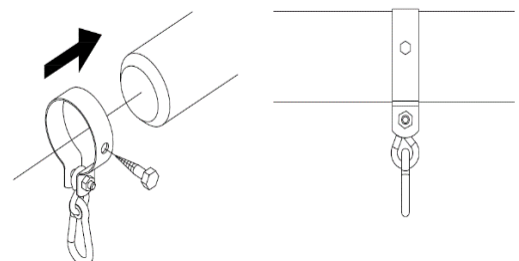

Bild 3
19. Korrekte Montage der Schaukelklammer an einem Holzbalken (Bild 3). Die 8x40 Zink-Holz-Schraube, die für eine zusätzliche Befestigung des Produktes notwendig ist, ist im Klammernsatz nicht enthalten.